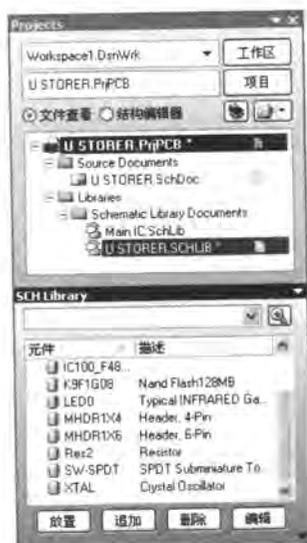

图 5-56 创建原理图项目元器件库
- [2] 双击打开该库文件，可以看到在【SCH Library】面板的元器件栏中，列出了全部的库元器件，共有 11 个，如图 5-56 所示。